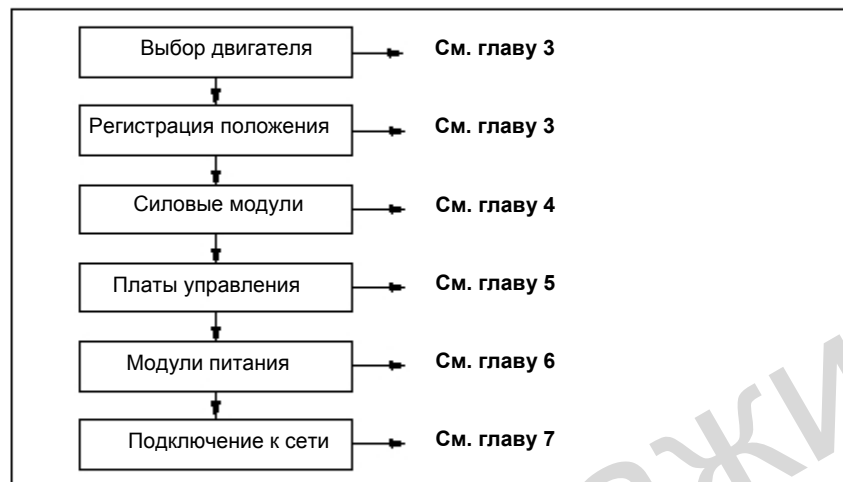

Рис. 1-4 Выбор компонентов
- Этап 1 Выбор компонентов (см. рис. 1-4)